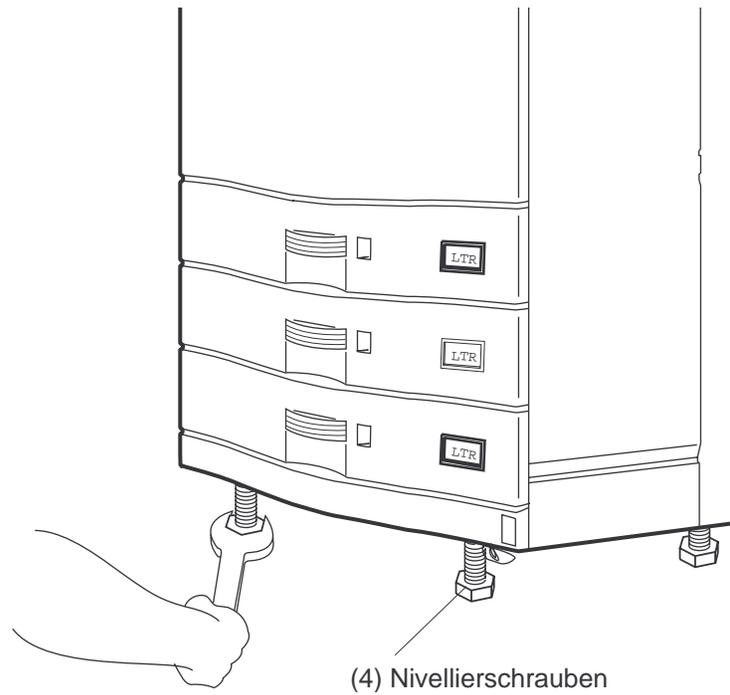

Abbildung A-16 Nivellierschrauben herunterdrehen
6. Senken Sie die Nivellierschrauben mit Hilfe eines Schraubenschlüssels weiter ab, bis die Räder den Bodenkontakt verlieren (siehe Abbildung A-16).